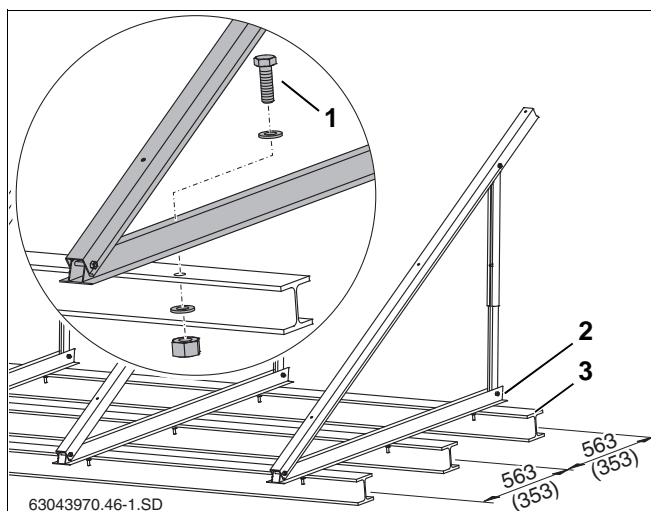

Fig. 26 Fladtagsstativ på dobbelt-T-holder, mål i mm (værdi i parentes = vandret udførelse)
Fladtagsstativet kan fastgøres med bundforankringer. Som eksempel beskrives fastgøringen på dobbelt-T-holdere (fig. 26, **pos. 3**).
- ▶ Overfør afstanden mellem hullerne på den nederste profil (fig. 26, **pos. 2**) til dobbelt-T-holderne, og bor huller, der passer.
- ▶ Sæt skruerne (se tab. 8 og fig. 26, **pos. 1**) gennem profilerne og dobbelt-T-holderne, og skru fast med møtrik og underlagsskive.